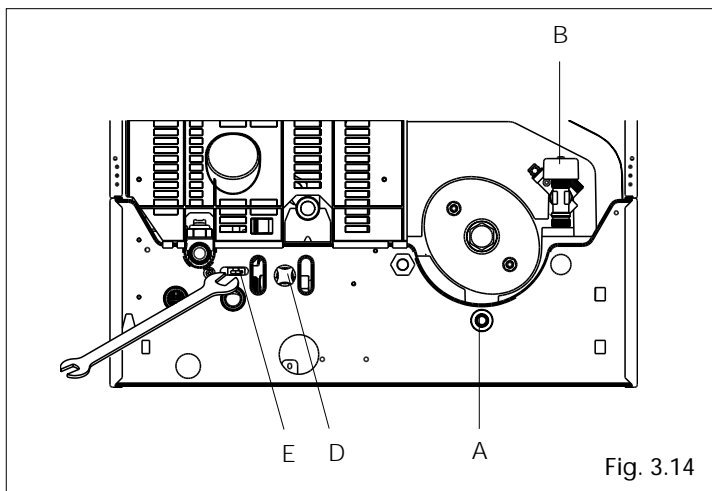

Fig. 3.14
- la caldaia è fornita di serie con un tubetto collegato alla valvola di scarico (E)
- allentare la valvola (E) attraverso l'apertura posta sul fondo della caldaia (fig. 3.14)